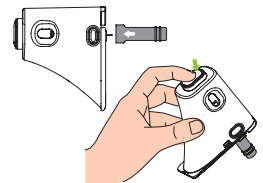

Abbildung 55
6. Wenn die Nadel im Inserter verbleibt, setzen Sie die Schutzhülle wieder auf die Nadel. Drücken Sie fest auf die Oberseite des Inserters, um die Nadel auszuwerfen (Abb. 55) und entsorgen Sie sie ordnungsgemäß.